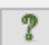

Рис. 11.3. Діалогове вікно Просторова рама
- В цьому діалоговому вікні задайте наступні параметри просторової рами (рис. 11.3):